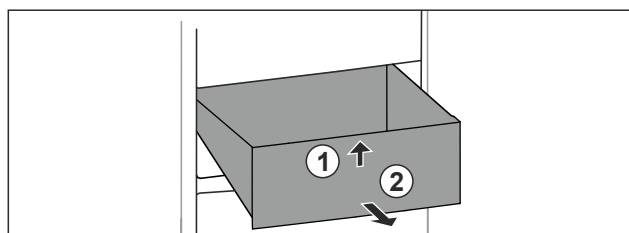

Fig. 68
- ▶ Podignite ladicu sprijeda. Fig. 68 (1)
- ▶ Izvadite ladicu prema naprijed. Fig. 68 (2)